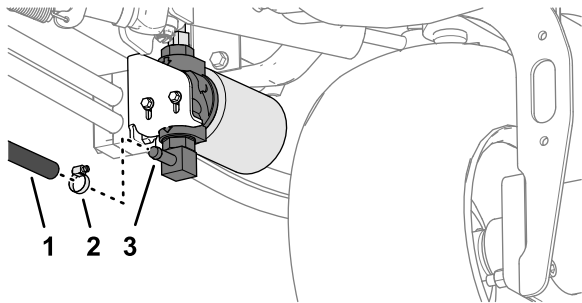

Figura 10
1. Retire la abrazadera que fija la manguera de retorno del depósito al acoplamiento dentado del cabezal del filtro hidráulico (Figura 10).
2. Retire la manguera de retorno del depósito y deje que el fluido hidráulico se vacíe totalmente del cabezal del filtro y de la manguera (Figura 10).
3. Monte la manguera de retorno del depósito y la abrazadera al acoplamiento dentado y apriete la abrazadera (Figura 10).